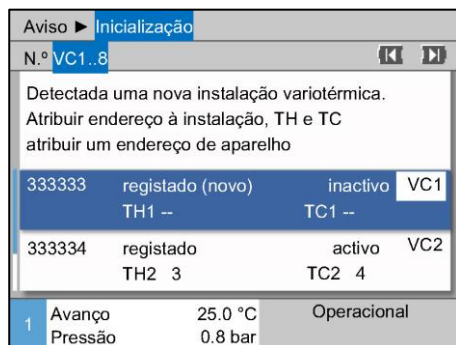

Fig. 23: Atribuir ID Módulo
2. Premir botão e ajustar Endereço Módulo VC (→ Fig. 23 ex. VC1)